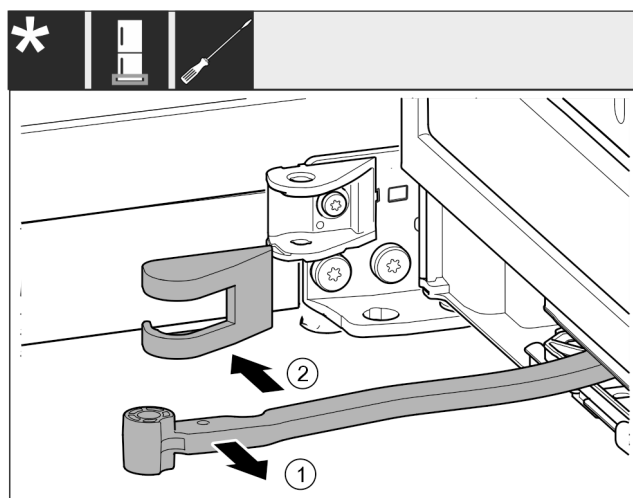

Fig. 16
- ▶ Rotați articulația Fig. 16 (1) în direcția ușii.
- ▶ Înlăturați capacul suportului de lagăr Fig. 16 (2).